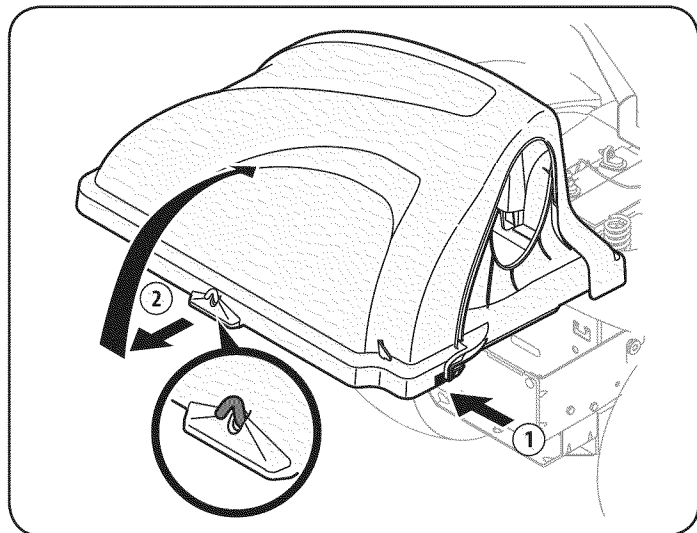

Figure 27
2. Abra el capó empujando hacia adentro la lengüeta posterior derecha con la mano derecha, como se ve en 1 de la Fig. 27, y levantando la cubierta con la mano izquierda en el centro de la parte posterior de la cubierta de la embolsadora, 2.